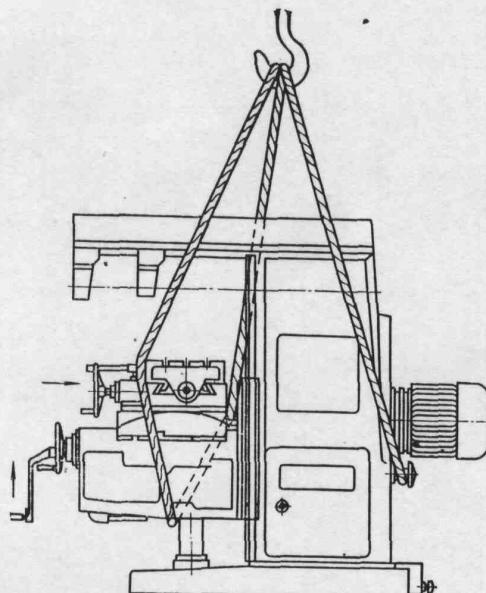

Рис. 28. Транспортирование станка
2.2.2. **Транспортирование (рис. 28).** При транспортировании упакованного станка канаты следует располагать в соответствии с обозначением мест стропки на упаковочном ящике. При транспортировании краном канат должен быть выбран с учетом веса брутто упакованного станка. Для транспортирования распакованного станка используется пеньковый канат $\varnothing 65$ мм, ГОСТ 433—75.